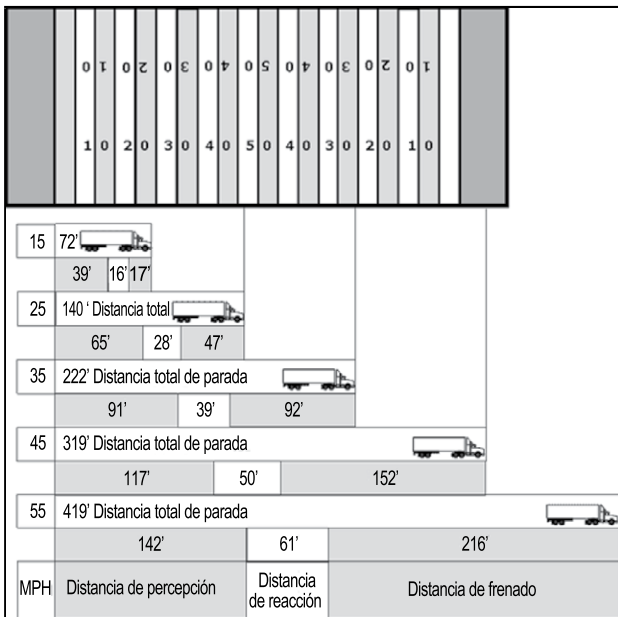

Figura 2.11
- **Distancia total de parada.** Es la distancia total mínima de parada que su vehículo recorrerá en condiciones ideales, considerando todos los factores, los que incluyen percepción de la distancia, distancia de reacción y distancia de frenado hasta que se detenga completamente. A 55 mph su vehículo recorrerá una distancia mínima de 419 pies. La Figura 2.11 muestra un campo de fútbol americano en comparación con la distancia de parada.